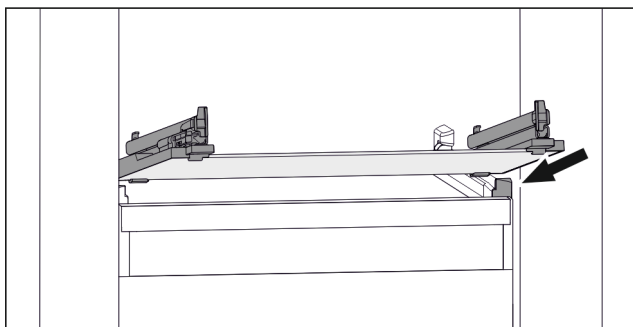

Fig. 73 Simbolična slika steklene plošče
- ▶ Steklo ploščo postavite v poševnem položaju za zaustavjalniki. (glejte Fig. 73)